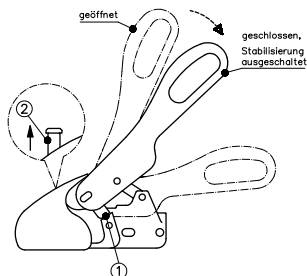

Bild 4: Ankuppeln
Zum Rangieren des Anhängers nehmen Sie bitte die am Anhänger angebrachten Haltegriffe anstatt den Bedienungshebel der WS 3000/WS 3500. Die geöffnete Zugkugelumkupplung wird auf die Kupplungskugel des Zugfahrzeuges gesetzt. (Bild 4) Durch die Stützlaster und eine evtl. zusätzliche Belastung der Deichsel schließt die Zugkugelumkupplung automatisch, und die seitlichen Sicherungslaschen (1) stehen parallel gegenüber der Sicherungsflächen am Gehäuse. (Bild 4) Befindet sich die Kupplungskugel im Kupplungsgehäuse, ist der grüne Stift der Kontrollanzeige (2) sichtbar. (Bild 4)
Bei längerem Nichtgebrauch sollte der Anhänger mit geschlossener Zugkugelpkupplung abgestellt werden, hierzu den geöffneten Bedienungshebel (Bild 4) anheben, gleichzeitig die Kugelpfanne (bewegliches Element - Bild 9) nach vorne ziehen oder den **SAFETY BALL** in den Kugelraum drücken und den Bedienungshebel langsam schließen.